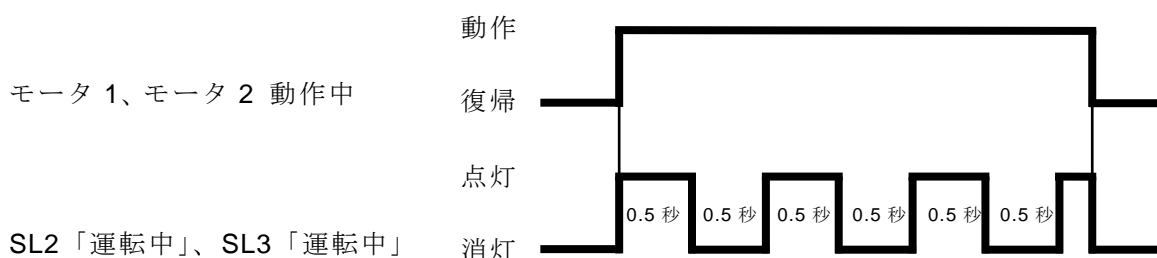

図 3.1 モータ 1、モータ 2 動作中における **SL2**「運転中」、**SL3**「運転中」の ON/OFF タイムチャート
- ① 手動運転中に **COS**「自動」に切り替わったときの条件を以下に示す。
- ② モータ 1 が回転中、“排風ファン指令回転数”の変更は可能とする。
- ③ “ファン運転”と“ファン停止”は、ダンパ全開後に表示される。
- ④ モータ 2 の正転・逆転指令は先行入力優先とし、同時に **ON** することはない。
- ⑤ **LS1**「全開」が **ON** しているとき、モータ 2 は正回転しない。
- ⑥ **LS2**「全閉」が **ON** しているとき、モータ 2 は逆回転しない。
- ⑦ 手動運転中の **SL** の表示を以下に示す。
- ・ モータ回転中は、図 3.1 に示すように **SL2**「運転中」、**SL3**「運転中」が 0.5 秒間隔で点滅する。
- ・ モータ停止中は、**SL1**「停止」が点灯する。なお、3.1 手動運転②、④の場合を除く。
- ⑧ 異常検出中の条件を以下に示す。